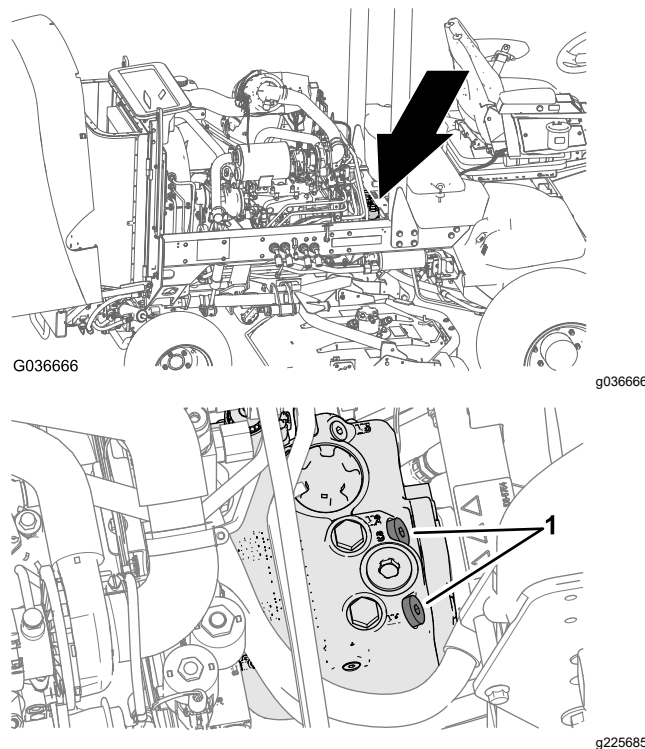

Figura 36
1. Levante el capó y localice las válvulas de alivio (Figura 36) en la parte superior de la bomba, detrás de la batería/cajas de almacenamiento.